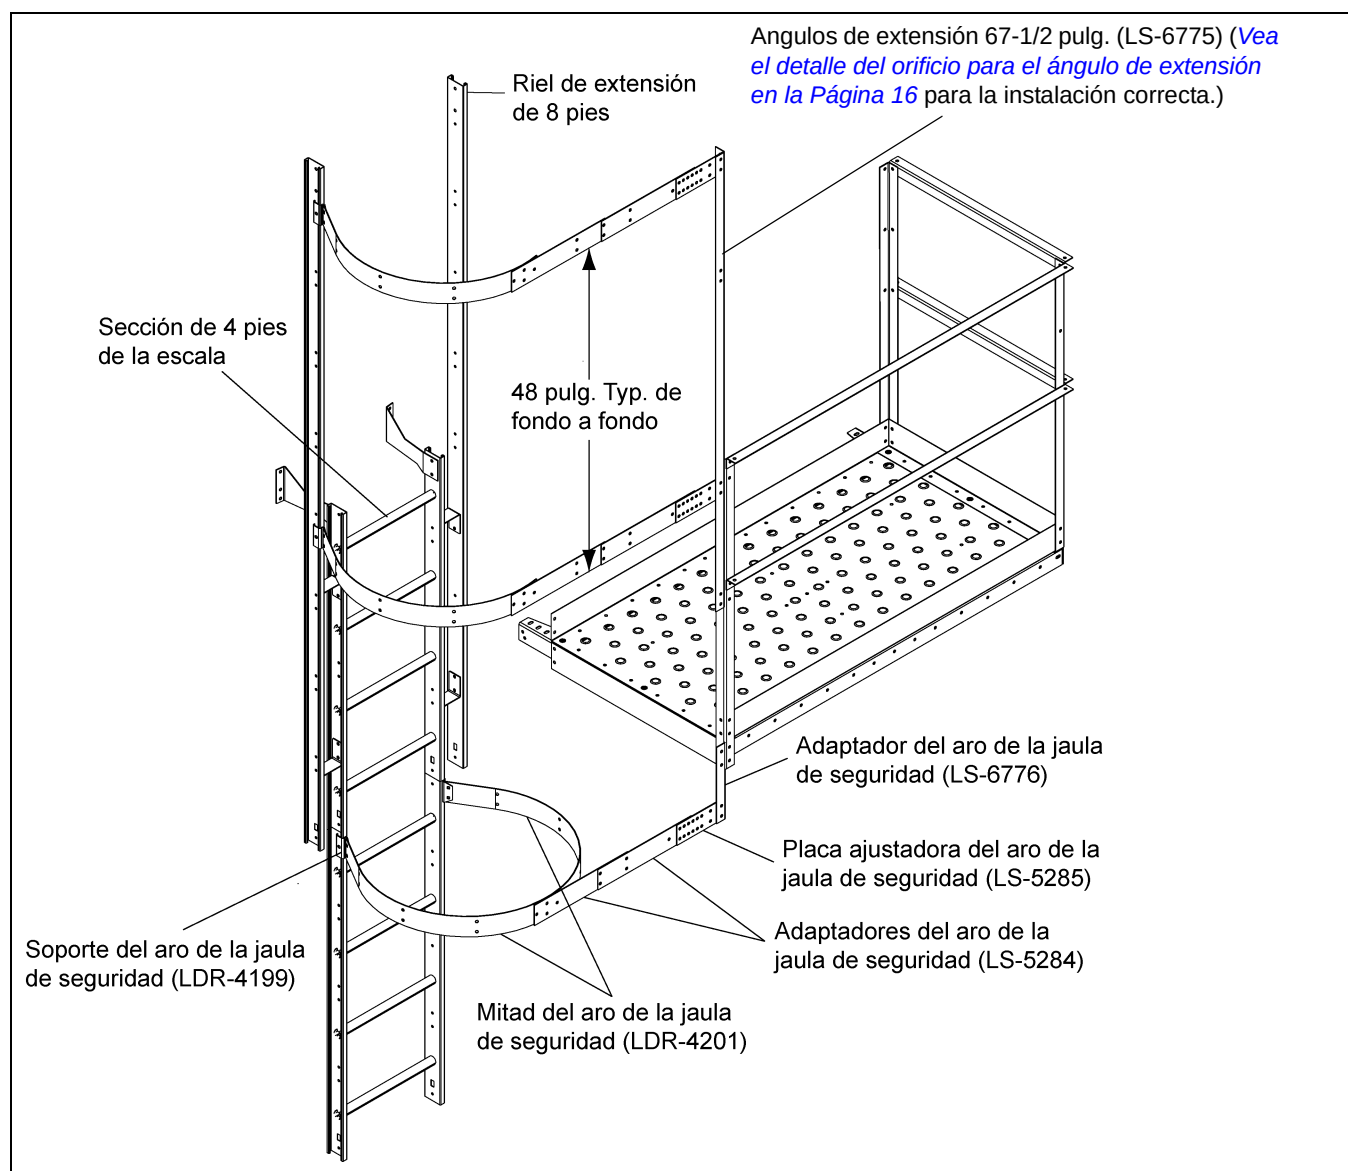
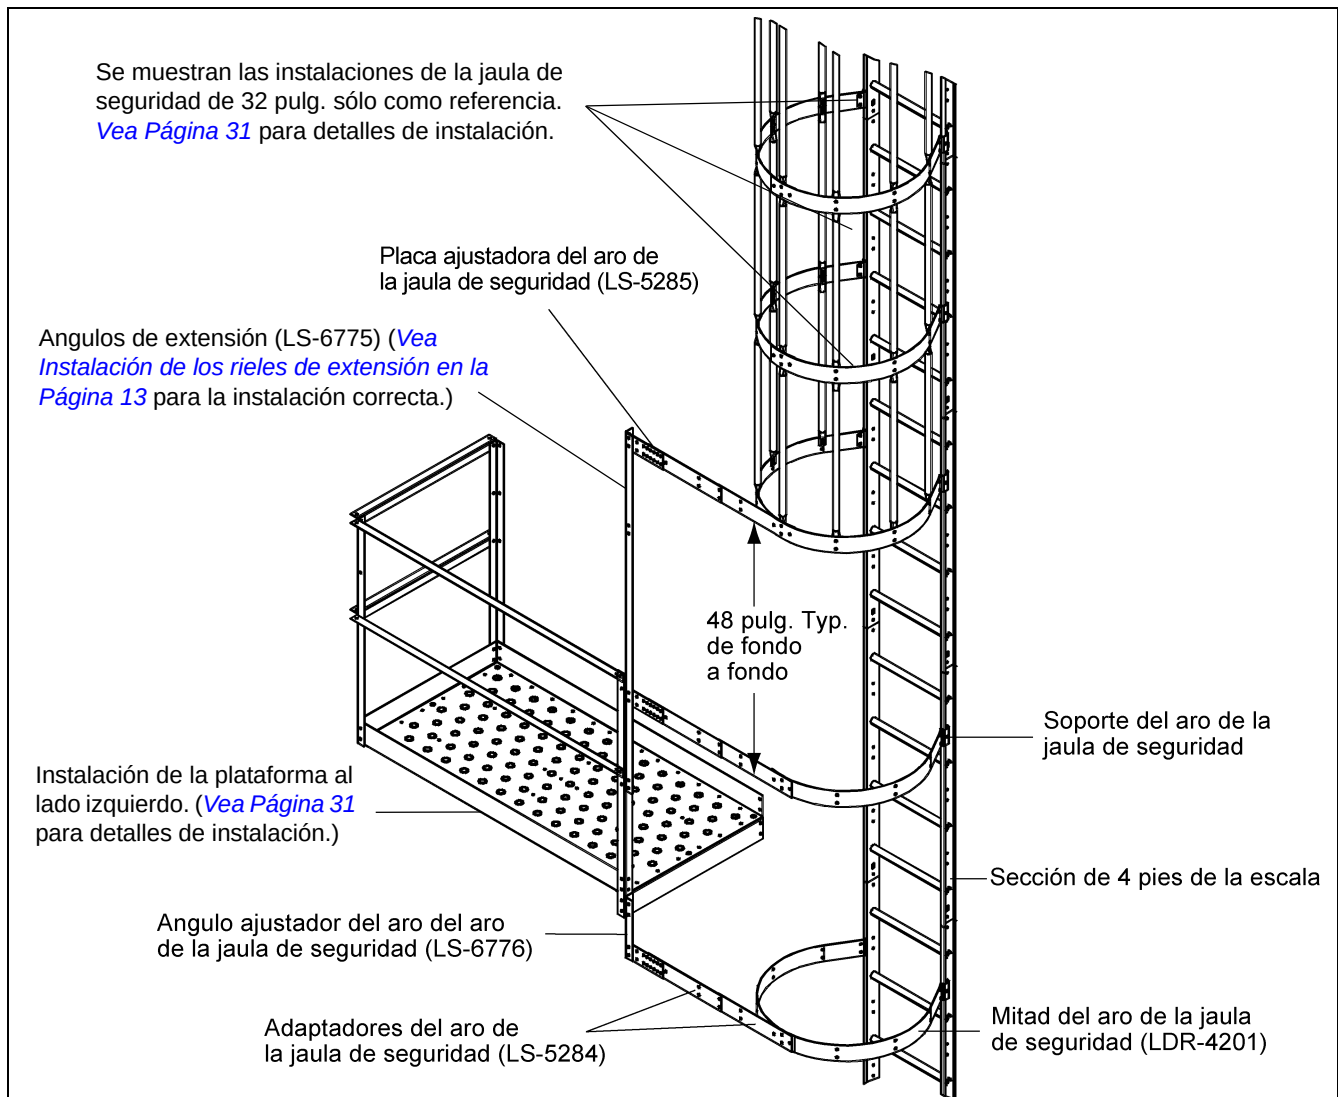

Figura 5K
Figura 5T
Se necesitará una pre-instalación antes de conectar cualquier pieza a las escalas o a la plataforma. Conecte dos (2) soportes para la jaula de seguridad al riel de extensión de 8 pies y un soporte para la jaula de seguridad a la segunda sección de 4 pies de la escala como se muestra en la Figura 5K. Conecte con pernos las placas ajustadoras para el aro de la jaula de seguridad al ángulo de extensión como se muestra en la Figura 5K. Luego, conecte entre sí -con pernos- los adaptadores para el aro de la jaula y únalos a las mitades de los aros de la jaula de seguridad utilizando la configuración apropiada, dependiendo del diámetro del silo. (Vea el detalle de la instalación del adaptador en la Página 29.) Asegúrese de utilizar los pernos de 5/16 pulg. x 1 pulg. con sus cabezas mirando hacia el interior de la jaula de seguridad. Conecte estas instalaciones a los soportes de la jaula de seguridad y a las placas ajustadoras del aro de la jaula. (Vea el detalle de la conexión en la Página 29 para la correcta ubicación de los orificios.) Apriete los pernos a medida que va avanzando. La instalación del fondo requiere de dos (2) mitades de aros y se ubicarán justo abajo de la plataforma como se muestra en la Figura 5K. Utilice el ángulo ajustador para el aro de la jaula de seguridad para afirmar las instalaciones de las dos mitades del aro al ángulo vertical de entrada en la instalación de la plataforma.
NOTA: Los soportes verticales de 48 pulg. se eliminaron en la Figura 5K para mayor claridad.
Conecte las piezas del soporte vertical a las mitades de los aros existentes utilizando los pernos y tuercas de 5/16 de pulg. x 1 de pulg. (con sus cabezas mirando hacia el interior de la jaula). Sujete dos (2) mitades del aro juntas y emperne al otro extremo de los soportes verticales. Conecte los soportes del aro de la jaula a la escala, Refiérase a la Figura 5K en la Página 28 para la conexión apropiada. Una vez que se hayan instalado los soportes para los aros de la jaula, conecte las mitades de los aros de la jaula y apriete firmemente los pernos. Repita la instalación para cada jaula de seguridad requerida.
Se necesitará una pre-instalación antes de conectar cualquier pieza a las escalas o a la plataforma. Conecte los soportes para la jaula de seguridad a la sección de la escala. (Vea la Figura 5K en la Página 28.) Conecte con pernos las placas ajustadoras para el aro de la jaula de seguridad al ángulo de extensión como se muestra en la Figura 5T. Para la instalación del aro del medio, conecte con pernos los adaptadores para el aro de la jaula y únalos a las mitades de los aros de la jaula de seguridad utilizando los orificios correctos, según el diámetro del silo. (Vea Página 29.) Asegúrese de utilizar los pernos de 5/16 pulg. x 1 pulg. con sus cabezas mirando hacia el interior de la jaula de seguridad. Conecte estas instalaciones a los soportes de la jaula de seguridad y a las placas ajustadoras del aro de la jaula. Apriete los pernos a medida que va avanzando. La instalación del fondo requiere de dos (2) mitades de aros y se ubicarán justo abajo de la plataforma como se muestra en la Figura 5T. Utilice el ángulo ajustador para el aro de la jaula de seguridad para afirmar las instalaciones de las dos (2) mitades del aro al ángulo vertical de entrada en la instalación de la plataforma. Para completar la instalación, asegure la instalación de la puerta de acceso de la plataforma con la instalación -ya existente- de la jaula de seguridad utilizando los adaptadores del aro de la jaula de seguridad como se muestra en la Figura 5T.
Conecte los soportes verticales a la instalación de la mitad del aro de la instalación final de la jaula de seguridad. Utilice pernos y tuercas de 5/16 pulg. x 1 pulg. (con sus cabezas hacia el interior de la jaula). Instale las mitades del aro especiales de la jaula de seguridad bell y conéctelas con el otro extremo de los soportes verticales. El soporte vertical se debe doblar en el área plana para permitir la colocación del ángulo de la sección bell. Conecte los soportes de la jaula de seguridad a la escala como se muestra en la Figura 5K en la Página 28. Una vez que los soportes de la jaula de seguridad se hayan instalado, conecte la instalación de las mitades del aro de la jaula de seguridad bell y apriete los pernos.